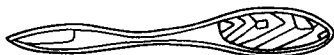

图1-3 夹柄旋具
(1) 木柄旋具。木柄旋具又叫标准旋具,规格有:5(2")mm、75(3")mm、100(4")mm、125(5")mm、150(6")mm等(钢杆部分长度)。
(2) 穿心旋具。它的外形基本和木柄旋具相同。唯一的不同点是穿心旋具的钢杆贯穿手柄一直通到木柄顶端,这样可使木柄牢固,便于用力。
(3) 夹柄旋具。它的式样与上两种旋具不同,它的手柄是扁形的,钢杆从刃口直斜上去,在手柄的两边用硬木柄铆牢,如图1-3所示。这样的旋具更为坚固耐用,还可用手锤敲打。另外,它的手柄为椭圆扁形的,不易从手中滑出。